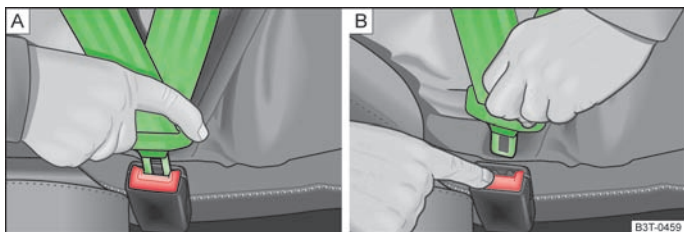

Fig. 96 Bouclage/débouclage des ceintures de sécurité
- Engagez la languette dans la boucle du siège correspondant » fig. 96 – [A] jusqu'à ce qu'elle s'enclenche de façon audible.
- Appuyez sur la touche rouge de la boucle » fig. 96 – [B], la languette est éjectée.